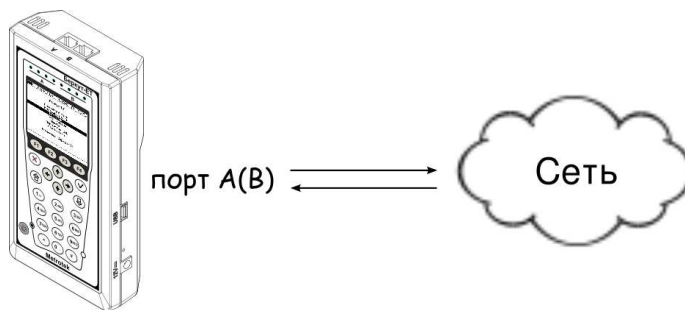

Рис. 7.57. Вариант подключения 1
1. Подключить прибор к тестируемой сети в соответствии со схемой, приведённой на рис. 7.57.